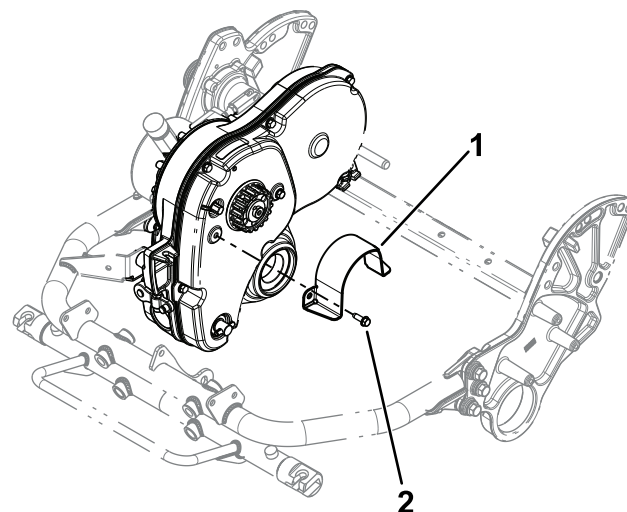

図 1
6. トランスミッションカバーについているカップラガードを外す 図 1。